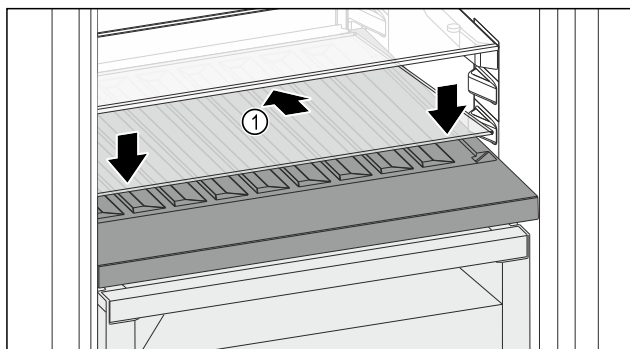

Fig. 153
- ▶ Вставьте стеклянную пластину Fig. 153 (1) наискосок и с уклоном назад вниз.
- ▶ Опустите стеклянную пластину Fig. 153 (1) спереди.